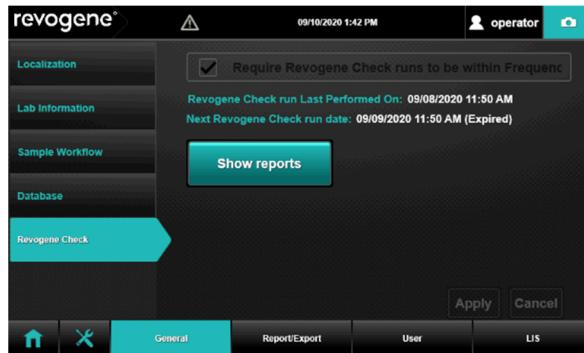

Figura 3. Configuración de la prueba Revogene Check
- Si selecciona <Show Revogene Check Menu>, pulse el botón <Show reports> (Figura 3) para consultar el archivo del informe en formato pdf.